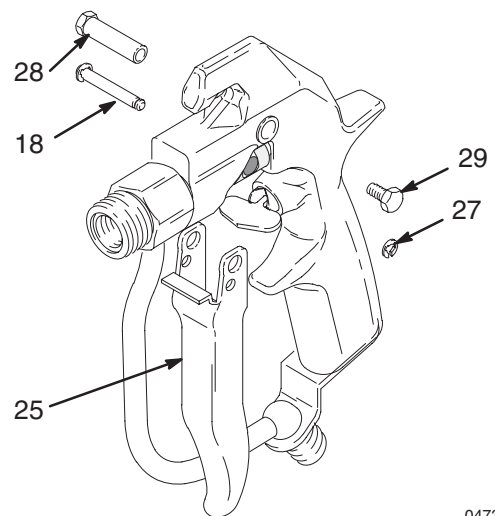

Fig. 8
4. Ta av et låseklips (27). Skyv ut pinnen (18). Skru ut skruen (29) og demonter omdreingsbolten (28) og avtrekkeren (25). Se Fig. 8.